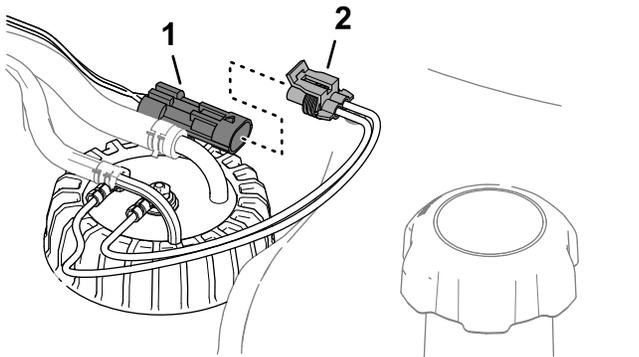

Figura 94
- 6. Ligue o conector de duas tomadas da cablagem de alimentação de combustível ao conector de cablagem da máquina (Figura 94).